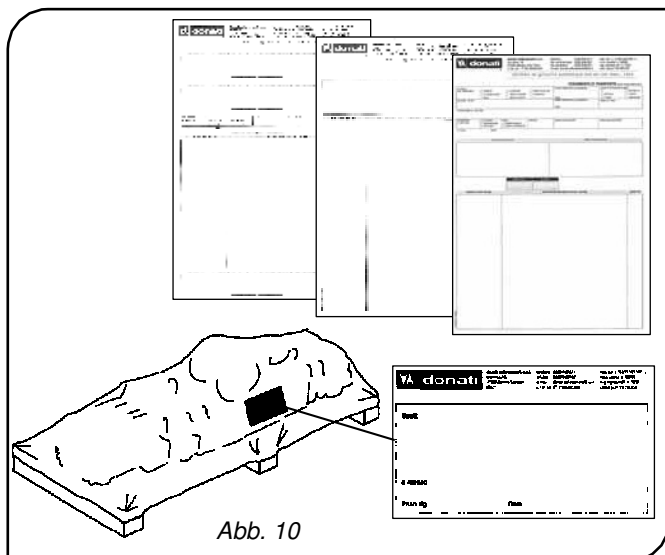

Abb. 10
- die Lieferdaten (Adresse des Empfängers, Anzahl der Frachtstücke, Bestellnummer usw.) den in den Warenbegleitpapieren (Lieferschein bzw. eventuelle Packliste) angeführten Informationen entsprechen (Abb. 10);